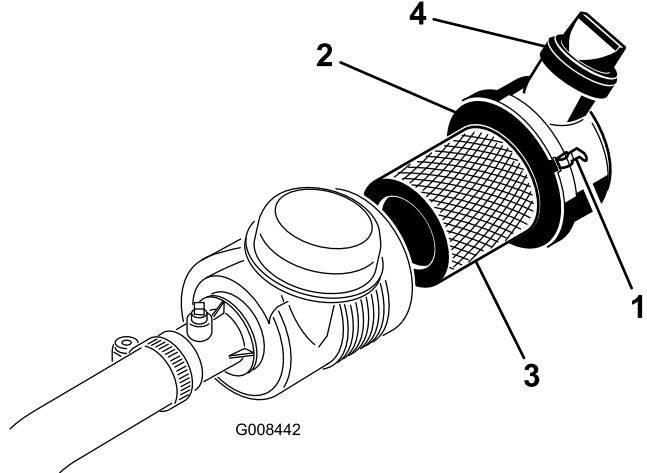

図 37
- エアクリーナのカバーをボディーに固定しているラッチを外す(図 37)。
- カバーを取り付け、ラッチを掛ける (図 37)。